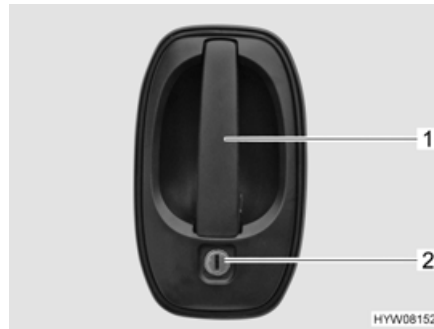

Fig. 61 Serrure de la porte (porte chauffeur/cellule à l'extérieur)
- Insérer la clé dans le barillet (Fig. 61,2) et la tourner jusqu'à ce que la serrure de la porte soit déverrouillée.
- Tirer sur la poignée de la porte (Fig. 61,1). La porte est ouverte.
- Insérer la clé dans le barillet (Fig. 61,2) et la tourner jusqu'à ce que la serrure de la porte soit verrouillée.